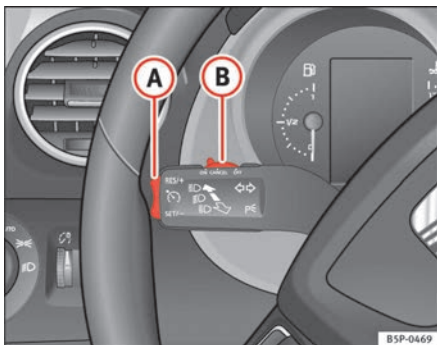

Abb. 149 Blinker- und Fernlichthebel: Schalter und Wippe für die Geschwindigkeitsregelanlage
- Drücken Sie den unteren Teil der Wippe **SET/-** ⇒ Abb. 149 **A** einmal kurz, wenn die zu speichernde Geschwindigkeit erreicht worden ist.